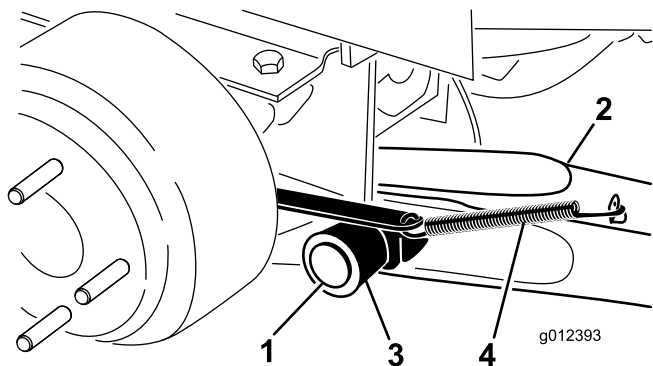

図 3
- ピボット・ピン 1 本、コッター・ピン 1 本を使って、ピボット・ブラケットに昇降アームを取り付ける (図 3)。昇降アームを、
- ブレーキ・リターン・スプリングを昇降アームのタブ引っ掛ける (図 3)。